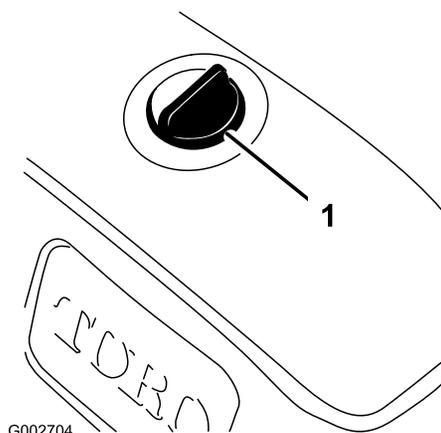

Bild 17
2. Reinigen Sie den Bereich um den Deckel des Hydraulikbehälters, damit keine Rückstände in den Behälter gelangen (Bild 17).